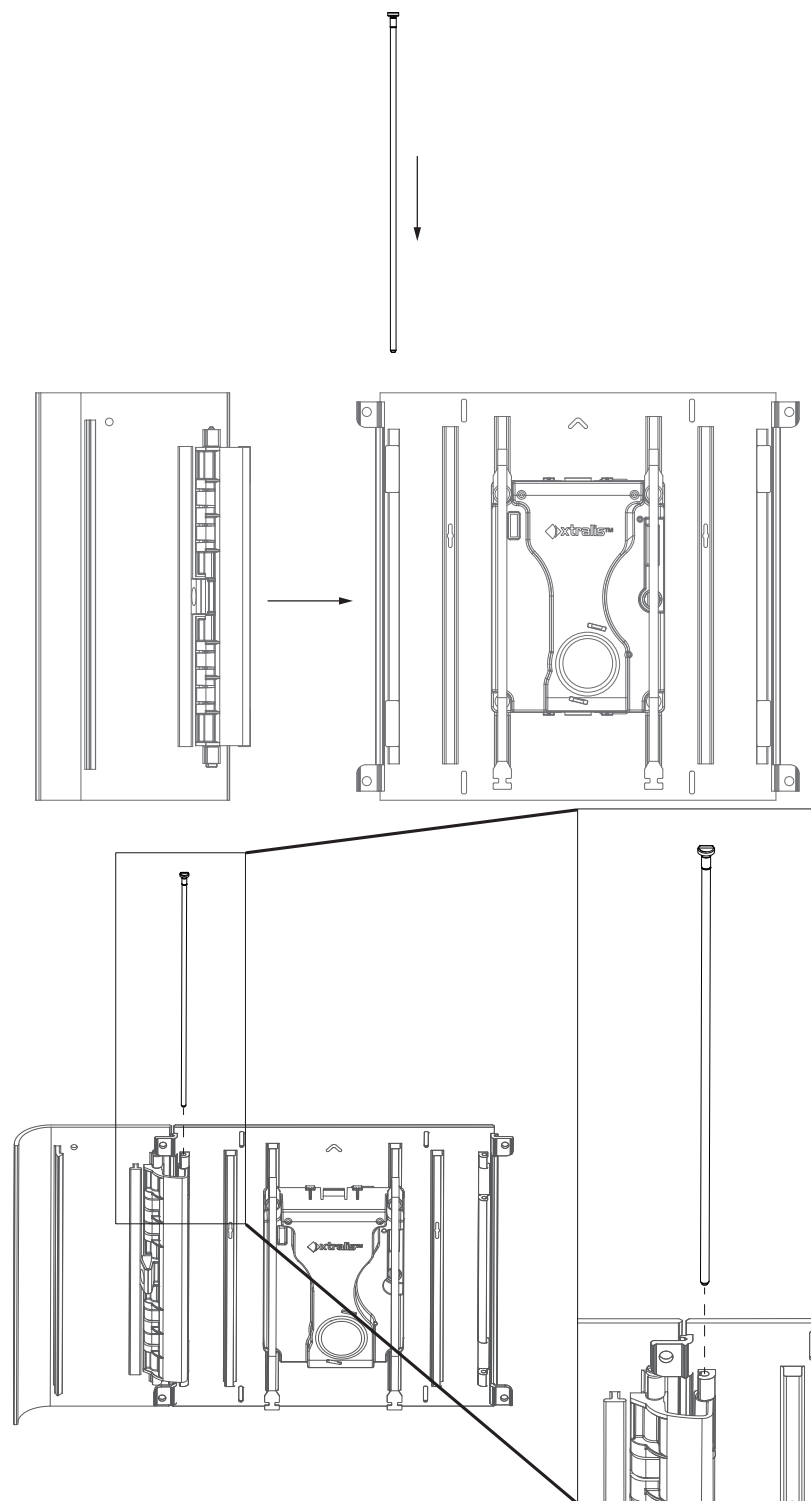
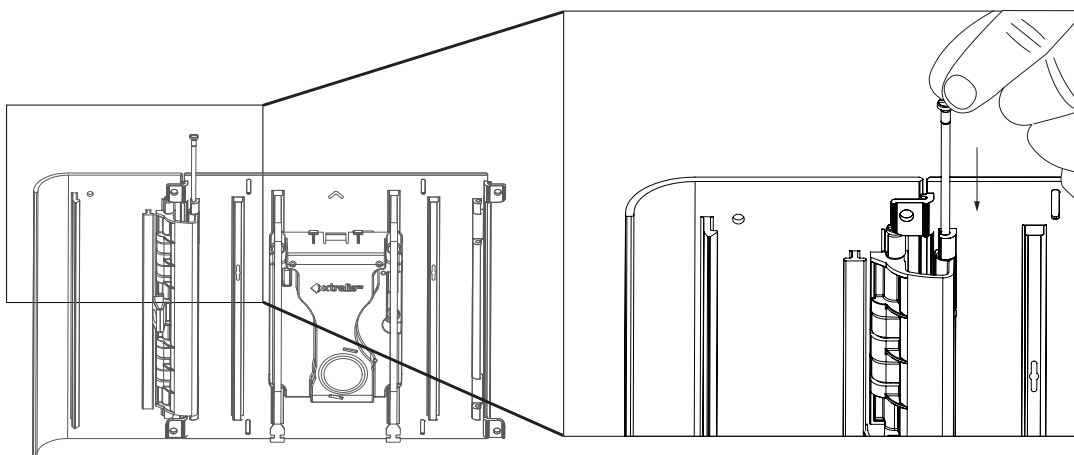

Рис. 4-12: Установка спицы в петлю дверцы — демонстрация верного положения дверцы и спицы
Рис. 4-13: Установка спицы в петлю дверцы
7. Замените спицу петли дверцы. (Рис. 4-12, Рис. 4-13)